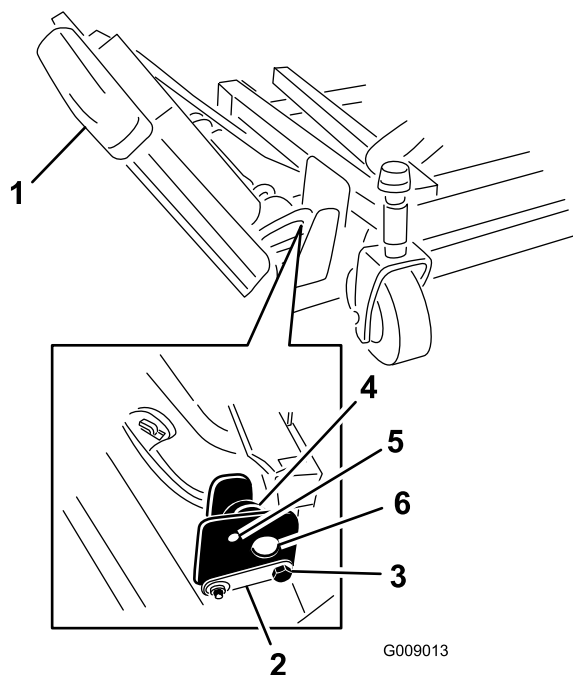

Figura 3
1. Togliete i dadi che fissano i bulloni di arresto anteriore e posteriore ai supporti dei piatti delle alette di destra (Figura 3).
2. Sostenendo l'aletta destra, togliete i bulloni di arresto anteriore e posteriore dai supporti del piatto (Figura 3).